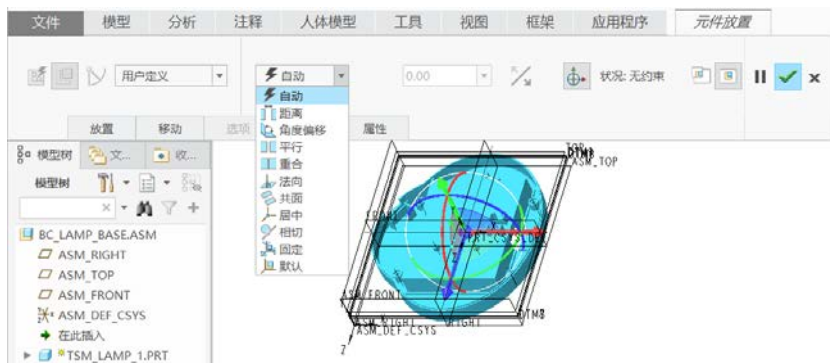

图 11-8 将元件添加到组件出现的“元件放置”选项卡
- ① 在功能区“模型”选项卡的“元件”面板中单击“组装”按钮, 系统弹出“打开”对话框。
- ② 在“打开”对话框中通过浏览来打开“tsm_lamp_1.prt”文件。此时, 在功能区中出现“元件放置”选项卡, 如图 11-8 所示。